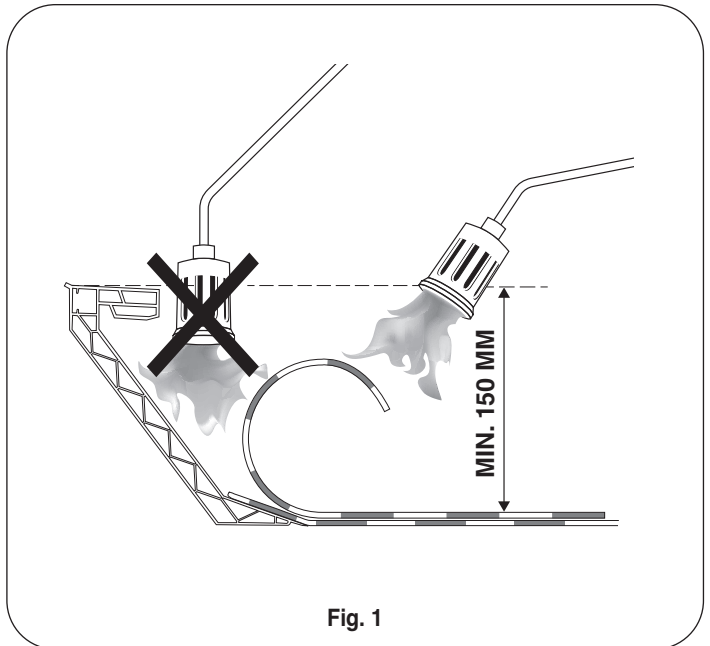

Fig. 1
- Screw the curb 16/20X on the roof construction through the indication line of the flange (timber screws 5,2x60 or metal screws 4,8x60). Start at 7,5 cm from the extremities. The axis distance of the other screws must not exceed 30 cm. Pull up the roofing underneath the top flange. Beware that the membrane and not the curb is warmed up when using the welding with flame method as shown on figure 1.
- Schrauben Sie den Aufsatzkranz 16/20X an der Dachkonstruktion fest durch die Indikations-Linie vom Flansch (Holzschrauben 5,2x60 oder Metallschrauben 4,8x60). Fangen Sie am 7,5 cm der Enden an. Die Achsdistanz der anderen Schrauben soll maximal 30 cm betragen. Ziehen Sie die Dachbedeckung bis zum oberen Flansch. Achten Sie darauf, dass beim Schweißen mit Flamme die Membran und nicht den Aufsatzkranz geheizt wird (siehe Bild 1).